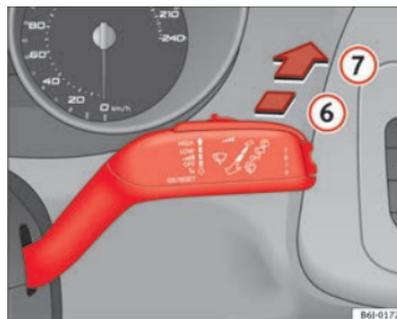

Fig. 65 Palanca del limpiacristales: limpiapuneta
- Presione la palanca hacia delante hasta el encastre ⑥ ⇒ fig. 65. El limpiapuneta debe accionarse en intervalos de 6 segundos.
- Presione la palanca completamente hacia delante hasta la posición **7** ⇒ *fig. 65*. El limpia y el lavaluneta funcionan simultáneamente. El lavaluneta seguirá funcionando mientras mantenga la palanca en esta posición.